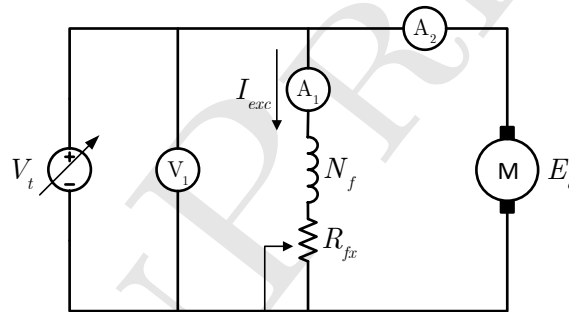

Figura 1: Máquina de CD conectada en derivación.
- Conectar el motor en derivación (Figura 1), variar la tensión de alimentación de 10 en 10 V_{cd} hasta 120 V_{cd} . En cada medición, colocar el tacómetro en la flecha del motor y registrar la velocidad correspondiente. Registrar los datos solicitados en la Tabla 2.
- Conectar el motor en excitación separada (2), variar la tensión de alimentación de la armadura de 10 en 10 V_{cd} . Alimentar el devanado de campo con 120 V_{cd} fijos. En cada medición, colocar el tacómetro en la flecha del motor y registrar la velocidad correspondiente. Registrar los valores medidos en la Tabla 2.